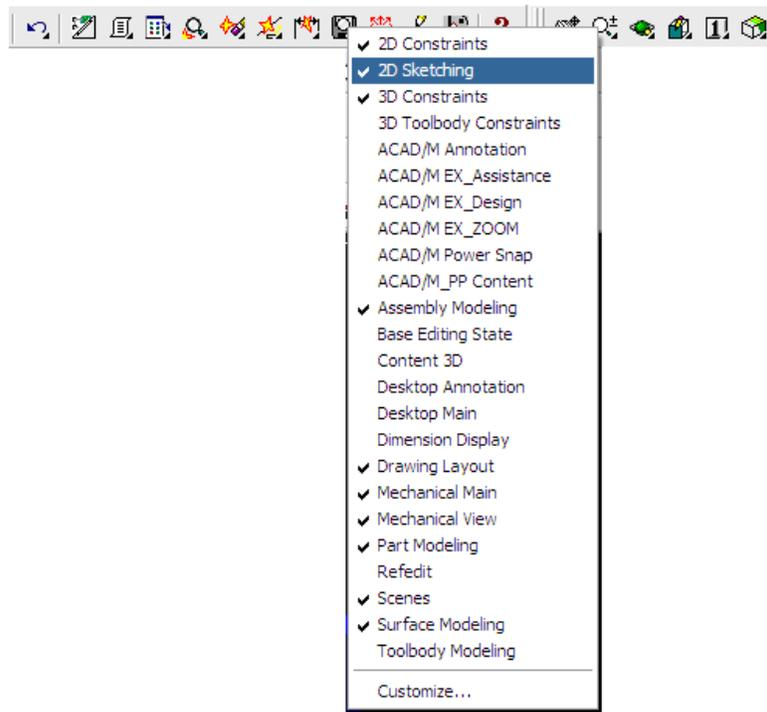

Figura 51.
7. Nosotros crearemos un bloque rectangular como la base del diseño. Movemos el cursor sobre cualquier parte de la barra de herramientas *Standard*, damos un clic con el botón derecho del mouse y seleccionamos *2D Sketching*, como se muestra en la *figura 51*.